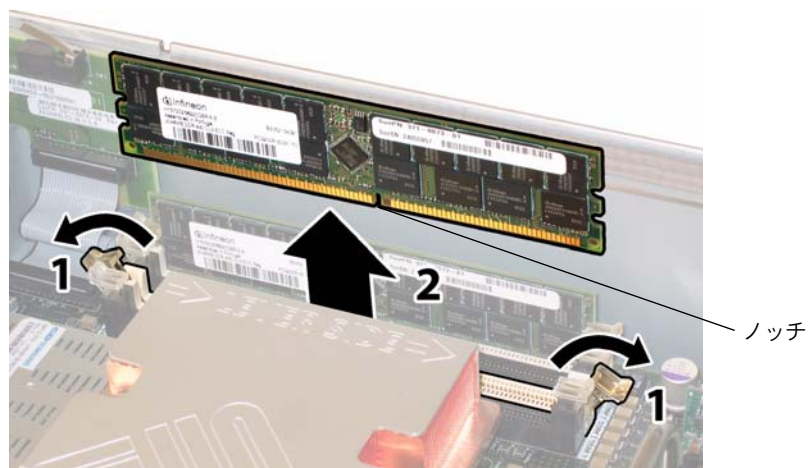

図 4-40 DIMM の取り外し
- a. 両方の DIMM スロットエジクタを可能な限り外側に回転させます。DIMM は一部ソケットから外れます。図 4-40 を参照してください。
- b. DIMM 下端のノッチを DIMM ソケットのキーに合わせます。図 4-40 を参照してください。